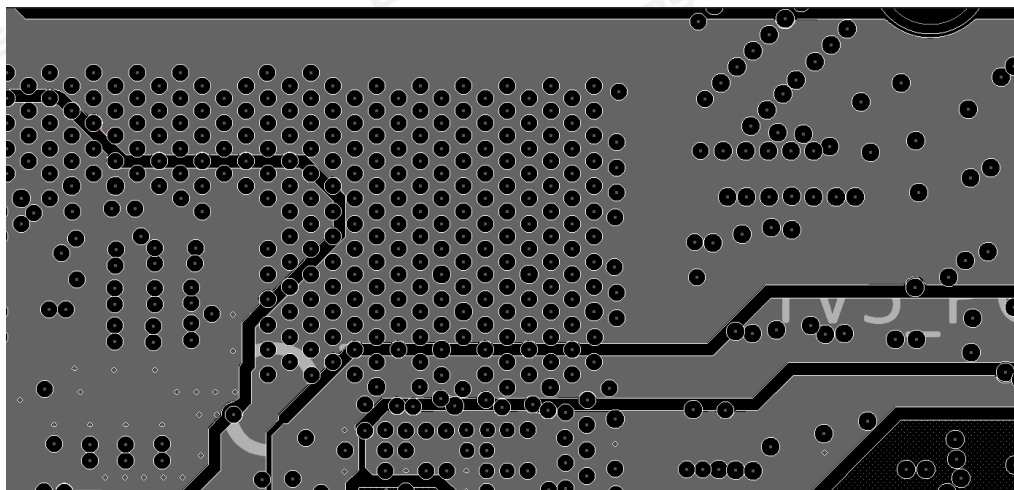

图 1. 瑞士奶酪效应
4. 电源铺铜平面经过它层通孔密集区，导致铺铜破碎形成瑞士奶酪效应(Swiss Cheese)。(图 1)